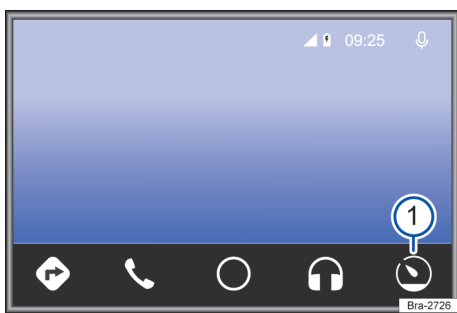

Fig. 124 Menú Android Auto™.
- Para operar Android Auto™, tocar el botón de función **[📶]**, → fig. 124 **①**.